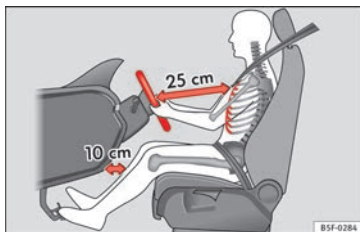
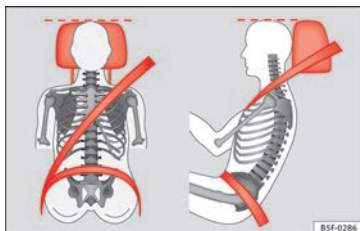

Fig. 80 La separación correcta entre el conductor y el volante debe ser de 25 cm como mínimo (10 pulgadas).
Fig. 81 Banda del cinturón y apoyacabezas ajustados correctamente.
- Ajuste el apoyacabezas de modo que el borde superior quede, en la medida de lo posible, a la altura de la parte superior de la cabeza, en ningún caso por debajo de los ojos. Mantenga la nuca lo más cerca posible del apoyacabezas » **fig. 80** y » **fig. 81**.
- Ajuste el volante de tal modo que quede como mínimo a 25 cm (10 pulgadas) del tórax » **fig. 80** y que pueda asir el volante lateralmente por la parte exterior con las dos manos y los brazos ligeramente flexionados.
- Ajuste el asiento del conductor longitudinalmente de forma que pueda pisar a fondo los pedales con las piernas ligeramente flexionadas y que las rodillas queden, como mínimo, a 10 cm (4 pulgadas) del tablero de instrumentos » **fig. 80**.